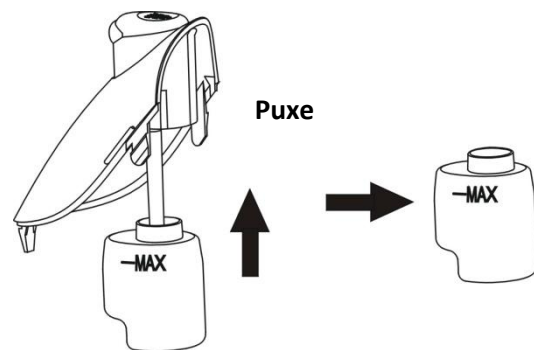

Fig.8
2. Encha o depósito de água de acordo com fig. 8